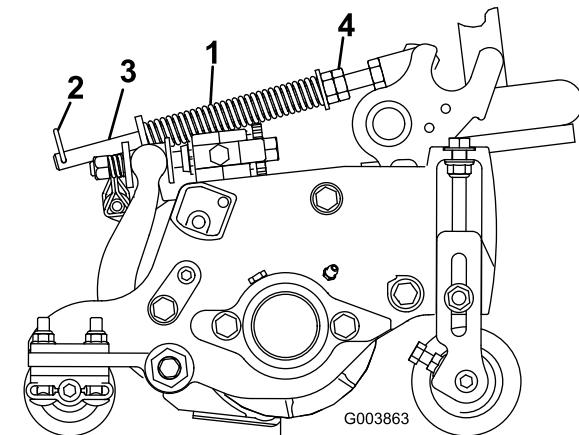

図 14
ターフ補正スプリング（図 14）は、前ローラから後ローラへと、カッティングユニットの体重移動を行います。（これによりユニットを安定させ、いわゆる「波打ったような」仕上がり（ボビングとかマーセリングといわれる現象）を防いでいます。）
- ヘアピン・コッターがスプリング・ロッドの後の穴に差し込まれていることを必ず確認してください（図 14）。
- スプリング・ロッド前部についている六角ナットを締めてスプリングを縮め、スプリングの長さを、リールマスター 5210 と 5410 の 5 インチ・カッティングユニットでは 12.7 cm、5510 と 5610 の 7 インチ・カッティングユニットでは 15.9 cm に調整する（図 14）。